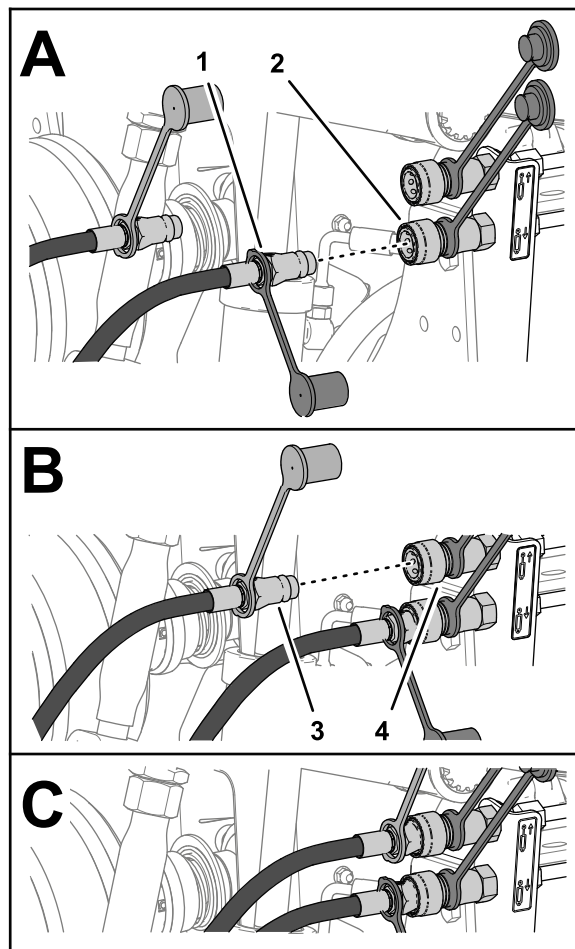

Figura 33
4. Collegate il giunto a innesto rapido (flessibile di estensione cilindro) al giunto a innesto rapido (circuitto di abbassamento dell'attrezzo posteriore) (Figura 33).